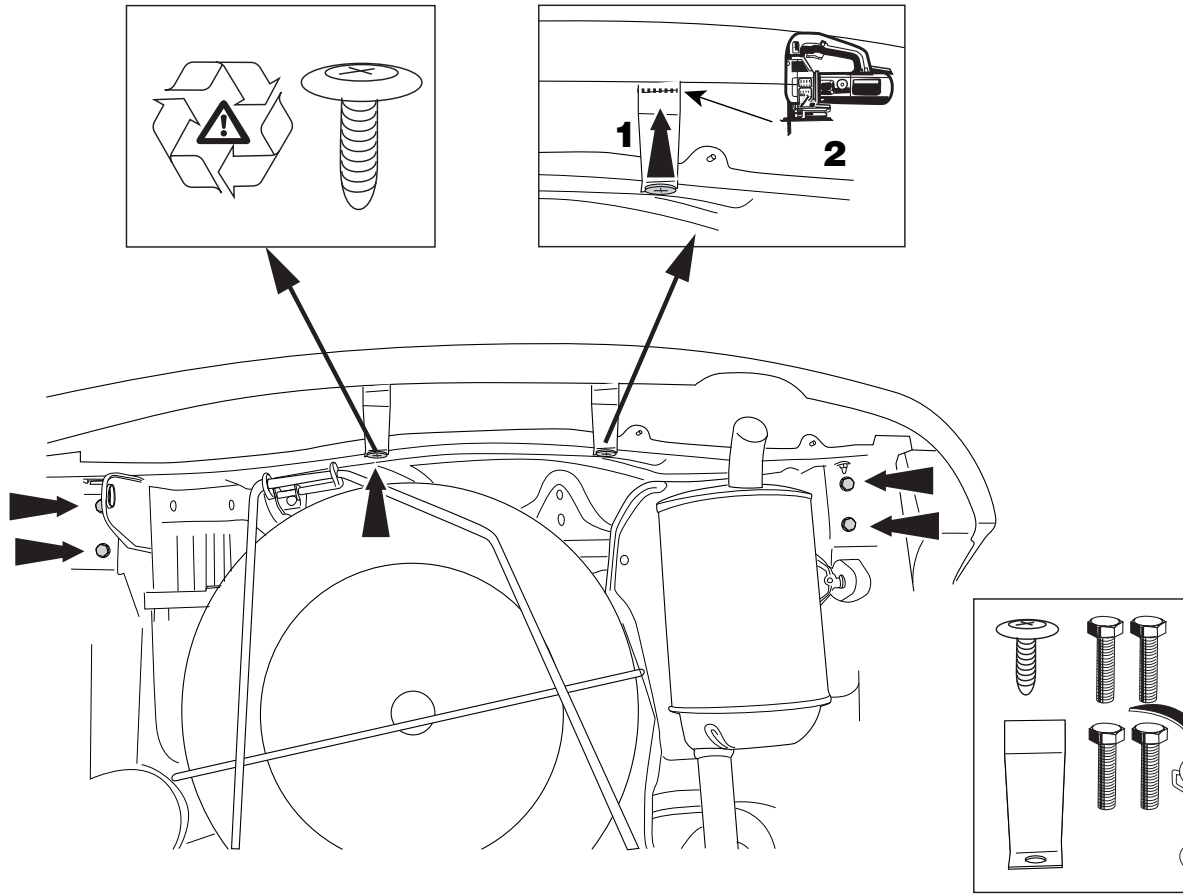

Fig.2
1. Снять детали, указанные в рис. 2.